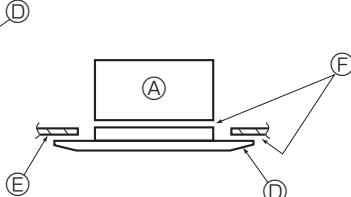

Fig. 5-8
* Accertarsi che non vi sia alcuno spazio vuoto tra l'unità principale e la griglia o tra la griglia e la superficie del soffitto. (Fig. 5-8)